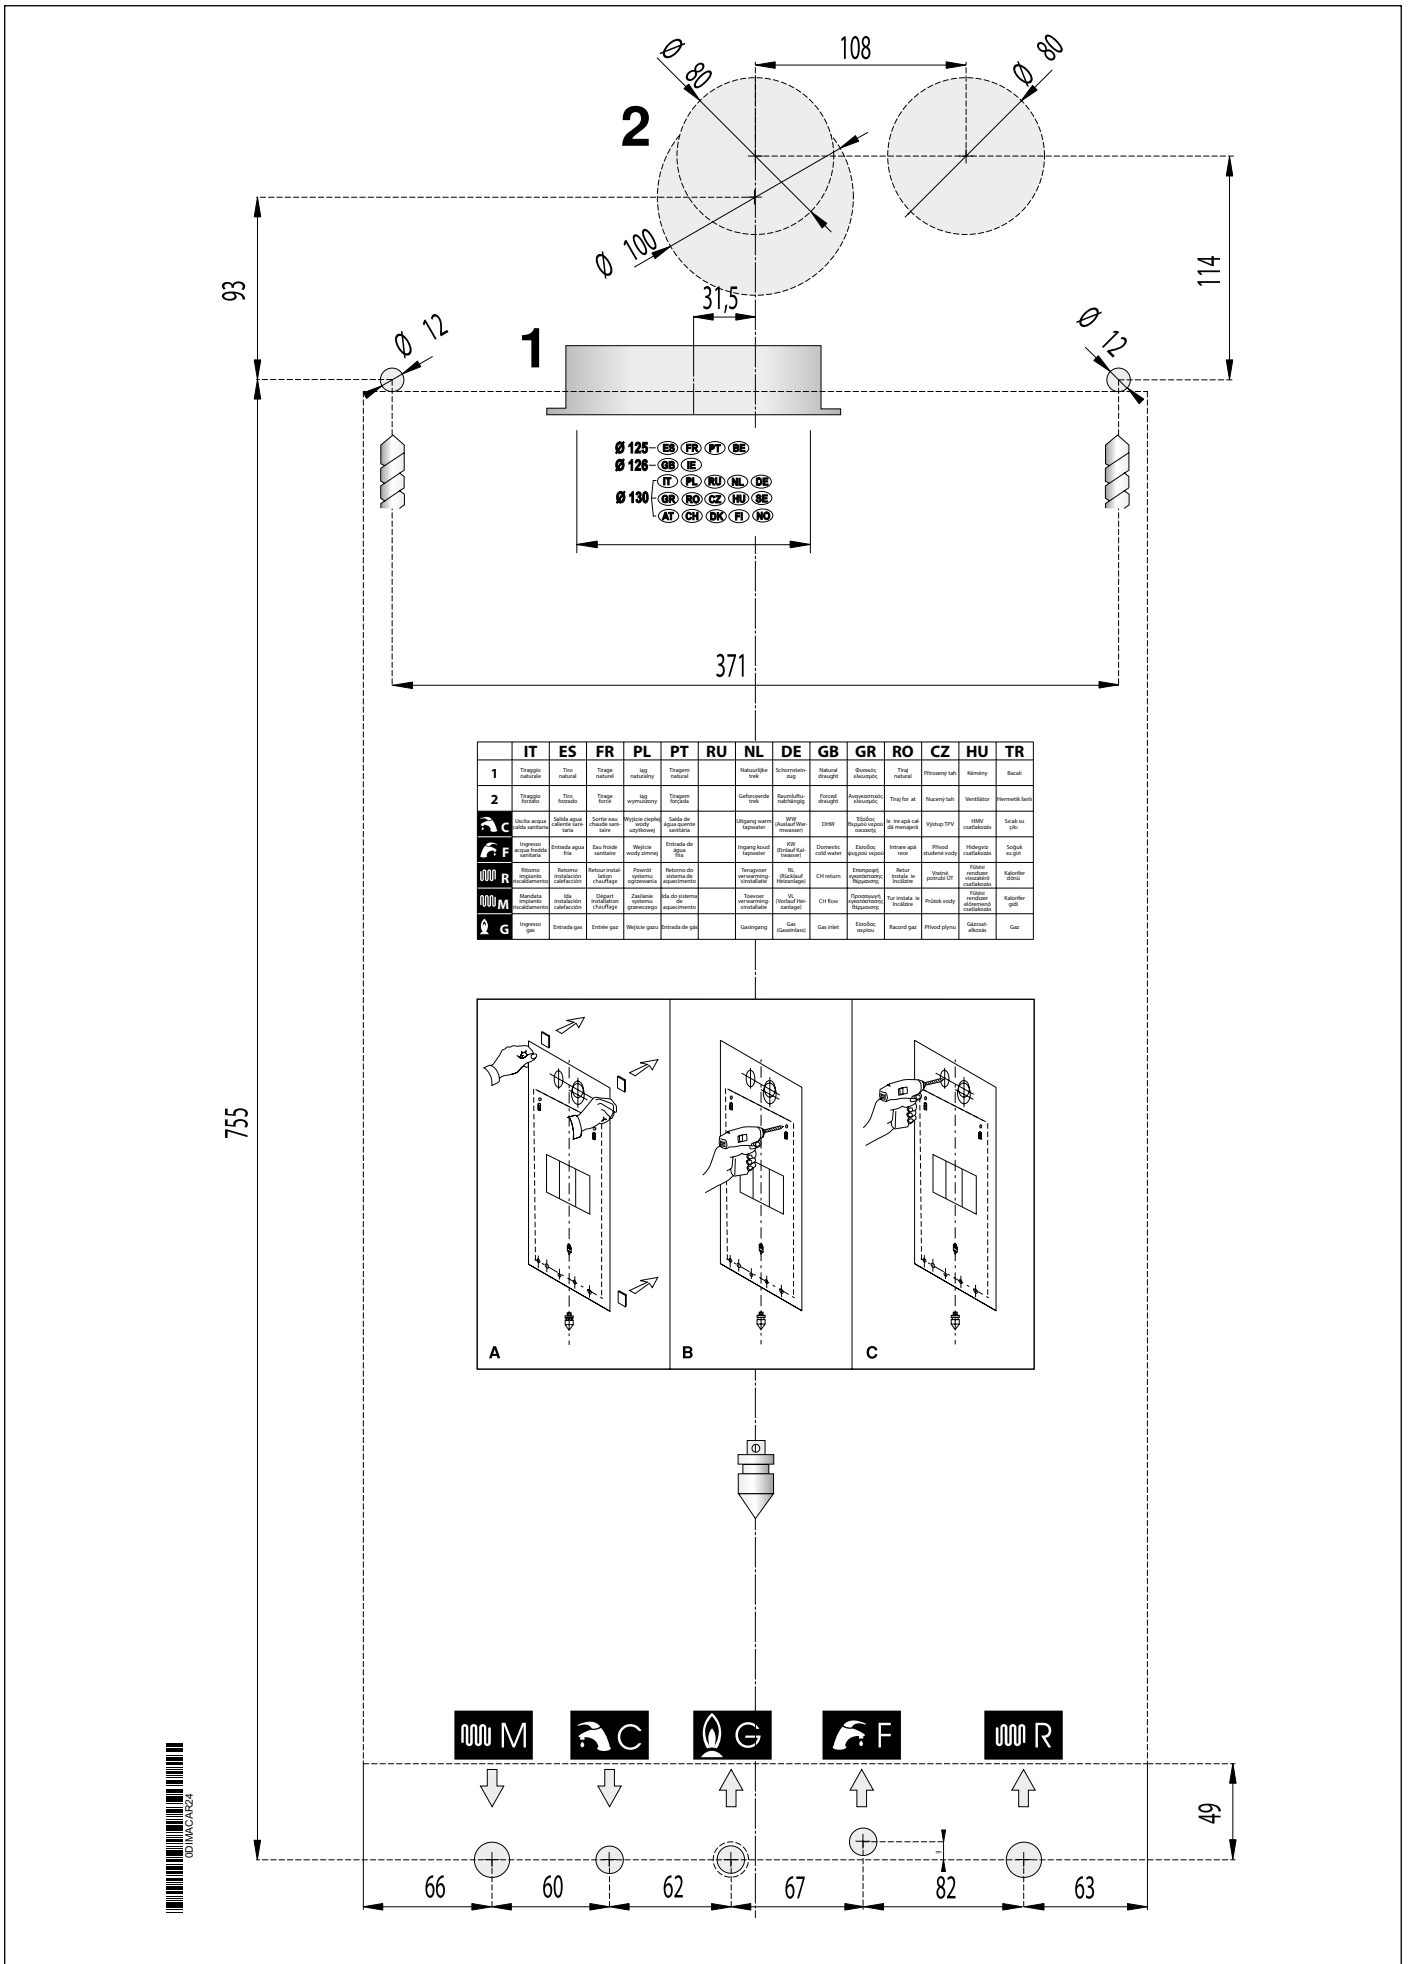

Fig. 5 Gabarito de instalação
- o gabarito de fixação da caldeira na parede (veja Fig. 5 Gabarito de instalação).
Cada aparelho é fornecido com um gabarito específico de papel (veja Fig. 5 Gabarito de instalação).
O envio e o retorno do aquecimento devem ser ligados à caldeira com as respectivas conexões de 3/4" **M** e **R** (veja Fig. 5 Gabarito de instalação).
A entrada de água fria e a saída de água quente sanitária devem ser ligadas à caldeira nas respetivas conexões de 1/2" F e C (veja Fig. 5 Gabarito de instalação).